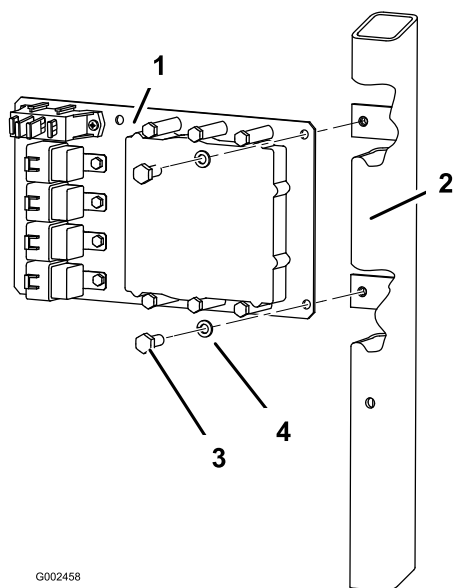

Figura 10
- B. Con Multi-Pro 5600 e 5700, montate la piastra di appoggio con 2 bulloni (5/16 x 3/4 pollice) e 2 rondelle di bloccaggio (5/16 pollice) come illustrato in Figura 10.